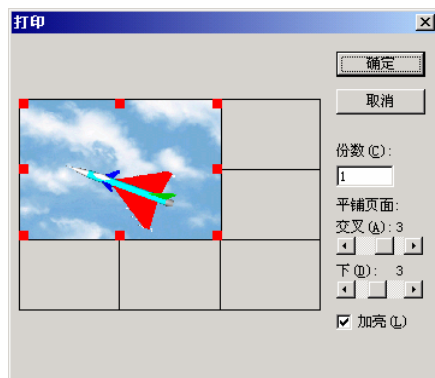

图 6-92 平铺页面
①对话框左侧的黑线框表示打印的页面，该页面的大小与方向根据系统打印机的设置而定。
②页面线框内的图像表示打印图像的位置和尺寸。用户可以直接在页面范围内拖动图像以改变其打印位置，也可以使用图像周围的八个红色手柄改变图像的打印尺寸。
③在“份数”文本框中，可以指定该图像的打印份数。
④在“平铺页面”的“交叉”和“下”滑动条中，可以分别指定将图片进行平铺打印时的数目。例如，图 6-92 中显示了将页面按 3 行 3 列平铺为一个大的打印页面。
使用平铺打印可以生成大幅面的图像。图 6-92 的示例中使用了四个页面打印一幅图像，从而得到比单幅打印大四倍的图像。